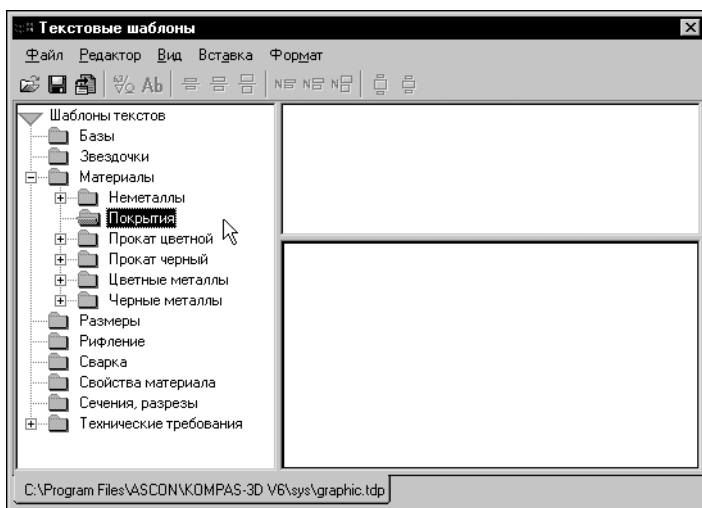

Рис. 35.4. Создание раздела
3.3. Введите имя нового раздела *Покрытия* и нажмите клавишу <Enter> (рис. 35.4).